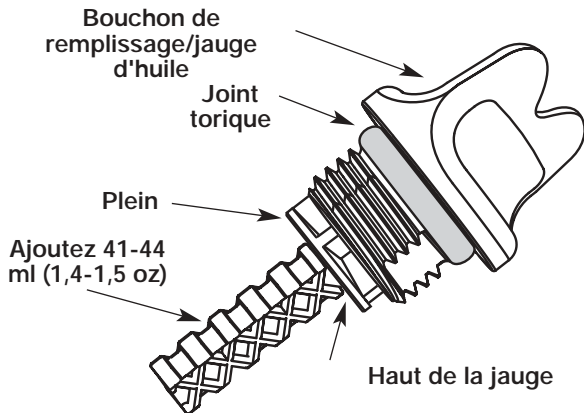
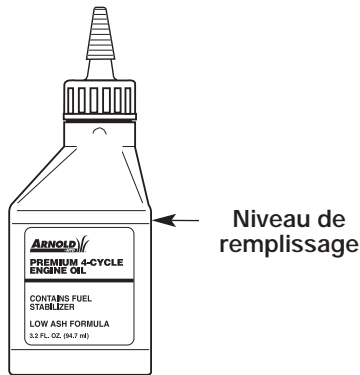

Fig. 27
Fig. 31
5. Retirez le bouchon de remplissage/jauge d'huile et vérifiez le niveau d'huile. L'huile devrait atteindre le haut de la jauge (Fig. 27).
6. Si le niveau est trop bas, ajoutez un peu d'huile par l'orifice de remplissage et revérifiez (Fig. 27). Continuez jusqu'à ce que le niveau d'huile atteigne le haut de la jauge.
NOTE : Mesurez la quantité nécessaire à l'aide de la bouteille et de la buse utilisées lors de la mise en service. 100 ml (3,4 oz) correspond environ au haut de l'étiquette de la bouteille (Fig. 31). Vérifiez le niveau d'huile avec la jauge. S'il est trop bas, ajoutez un peu d'huile par l'orifice et revérifiez (Fig. 27). Ne remplissez pas trop.